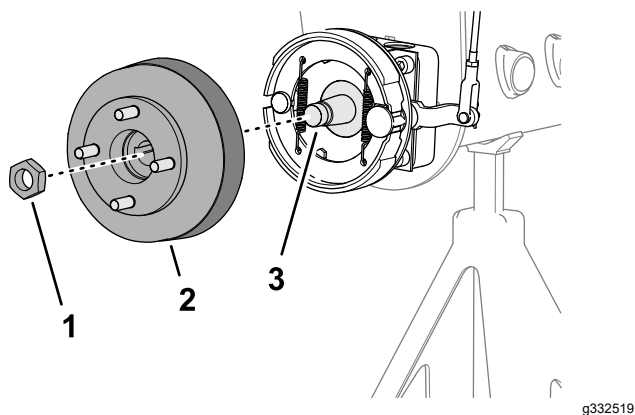
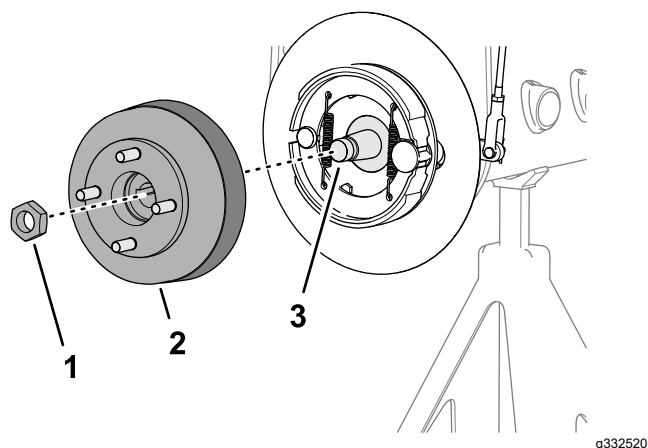

Figura 77
Figura 78
1. Rimuovete il dado di bloccaggio che fissa il mozzo all'albero motore della ruota (Figura 77 o Figura 78).
4. Utilizzate l'estrattore del mozzo delle ruote specificato per rimuovere il mozzo della ruota e il tamburo del freno dall'albero motore della ruota (Figura 77 o Figura 78).